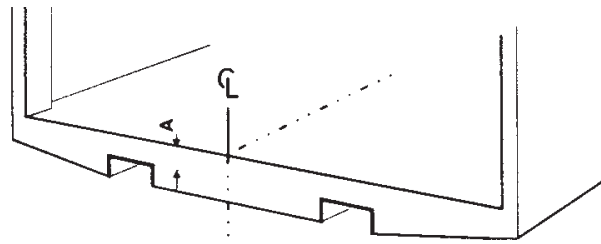

Figura 10. Medir y marcar el punto central en la barra trasera del vehículo
1. Medir y marcar el punto central en la barra trasera del vehículo, véase Figura 10.